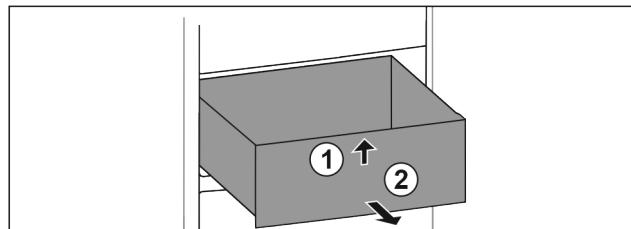

Fig. 13
- Vpředu nadzvedněte Fig. 13 (1).
- Odeberte směrem dopředu Fig. 13 (2).